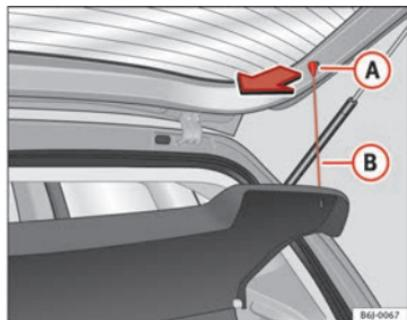

Fig. 90 Plage arrière
- Décrochez les tirants ⇒ fig. 90 (B) de leurs logements (A).